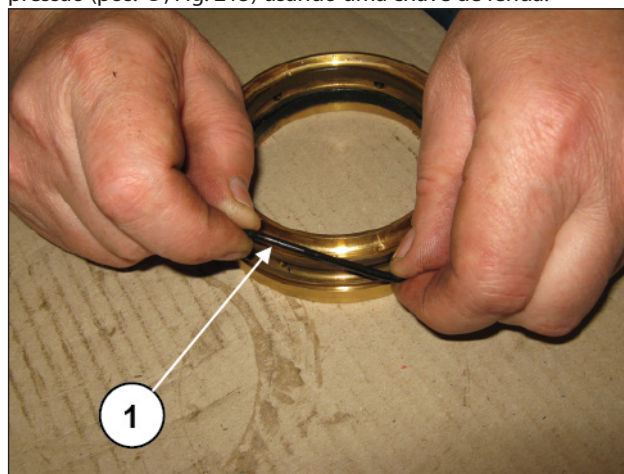
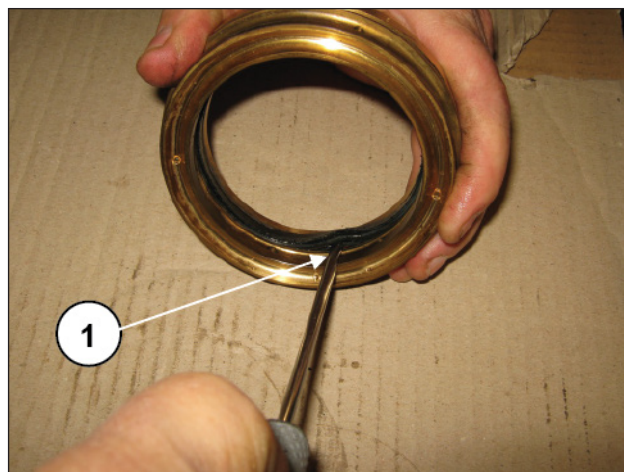

Fig. 214
Fig. 215
Retire o anel circular (pos. ①, Fig. 214), e o vedante de baixa pressão (pos. ①, Fig. 215) usando uma chave de fenda.